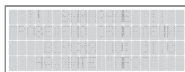

Рис. 32.
16. На дисплее регулятора появится окно (см. Рис. 32);